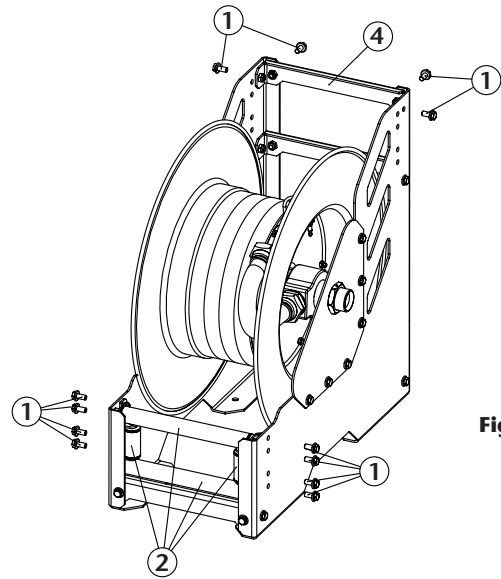

Fig. 1
3. Enlevez les vis (1) et retirez les rouleaux de sortie du tuyau (2) et retirez la barre transversale (4) (Fig. 1).